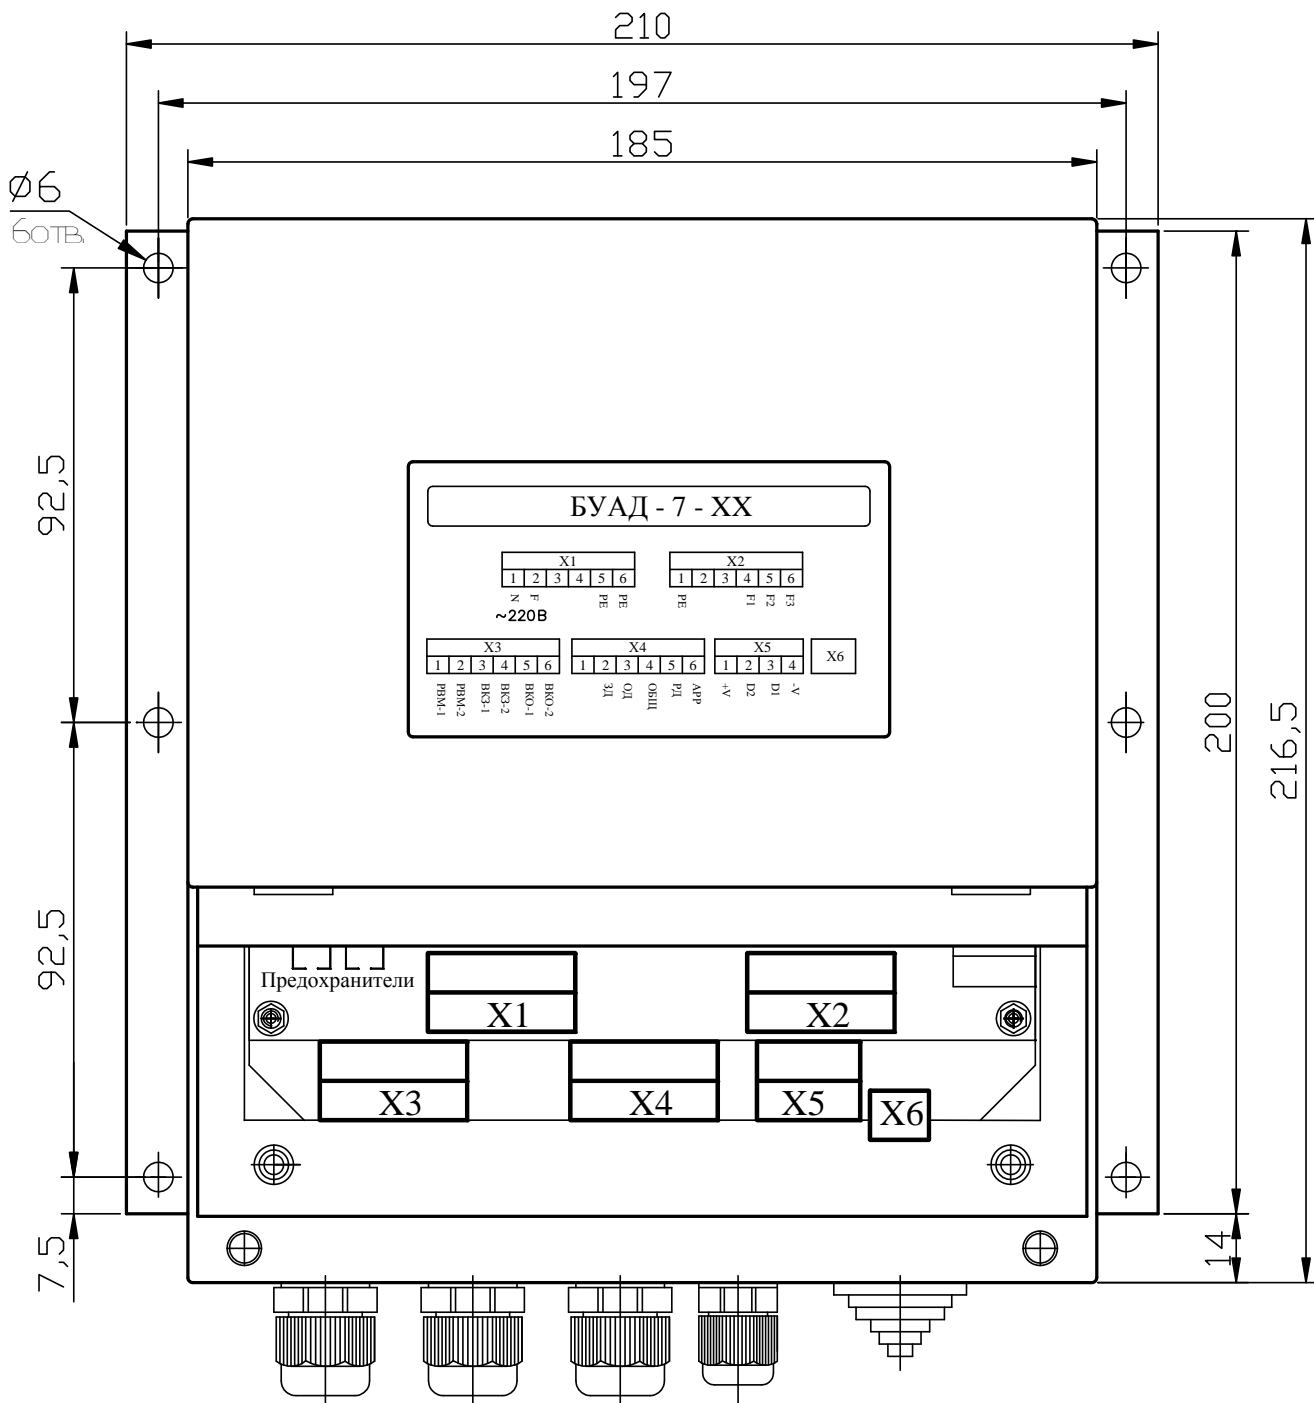
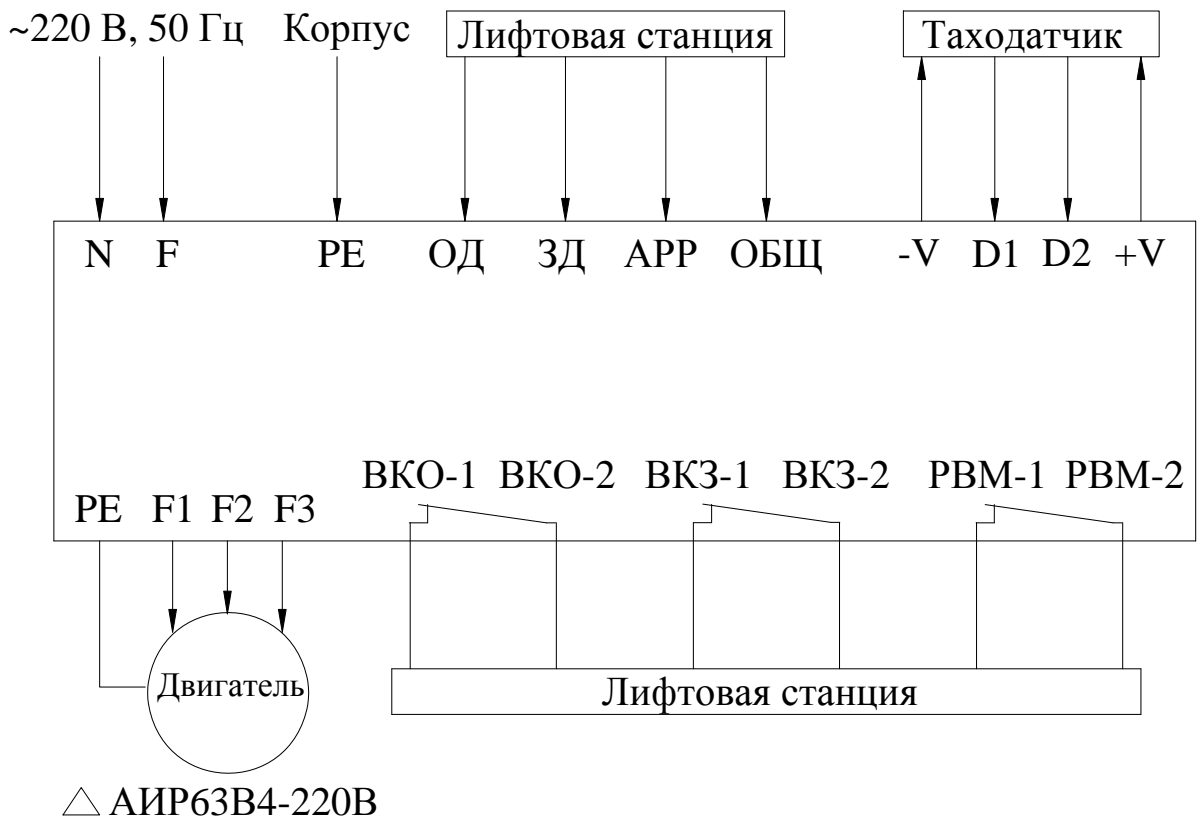
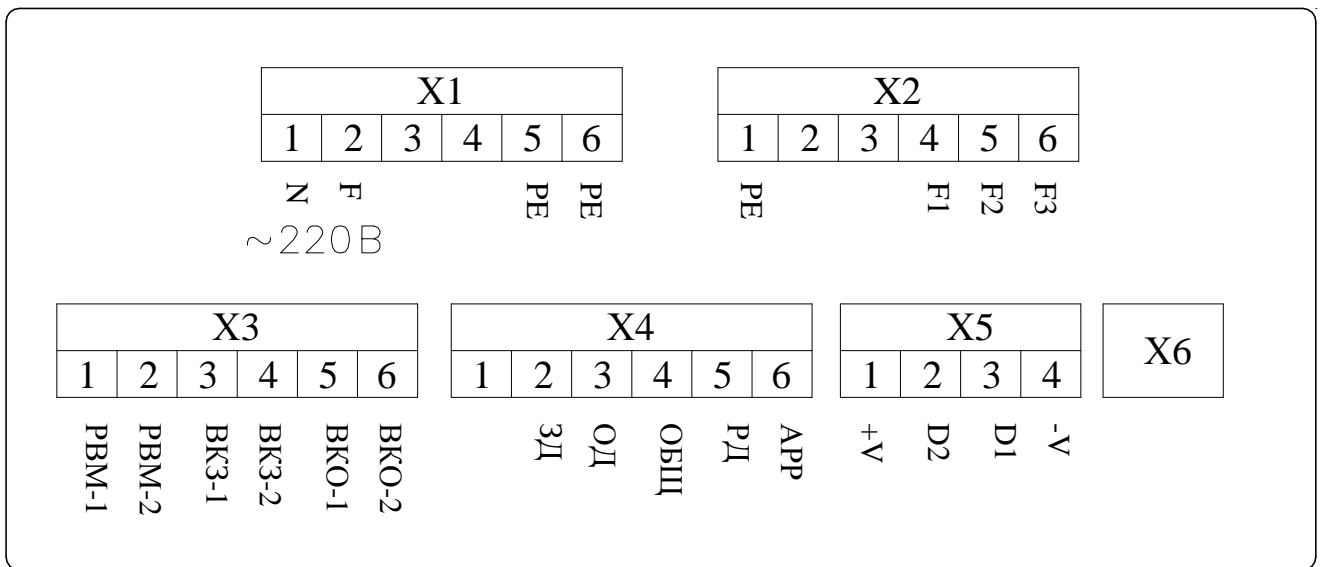

Рис.1. Габаритно-присоединительные размеры Устройства.
Рис.2. Блок-схема подключения внешних контактов БУАД-7-12.
Рис. 3. Схема подключения внешних контактов БУАД-7-12.
Габаритно-присоединительные размеры *Устройства* приведены на **рис.1**.
3.4.1. На **рис.2** показана блок-схема подключения внешних контактов *Устройства*. На **рис.3** показаны и подписаны отдельные контакты каждого из разъемов *Устройства*.
3.4.4. Внешние контакты для лифтовых станций (см. рис. 2, 3):
Узел подключения внешних коммуникаций состоит из набора кабельных выводов (**рис.1**), разъемов для подсоединения шин сетевого питания, цепей выходных напряжений для электродвигателя, цепей управления работой устройства, цепей подключения таходатчика (**рис.2, 3**), заглушки для разъема подключения устройства настройки УСНА, а также крышки, закрывающей разъемы *Устройства*.